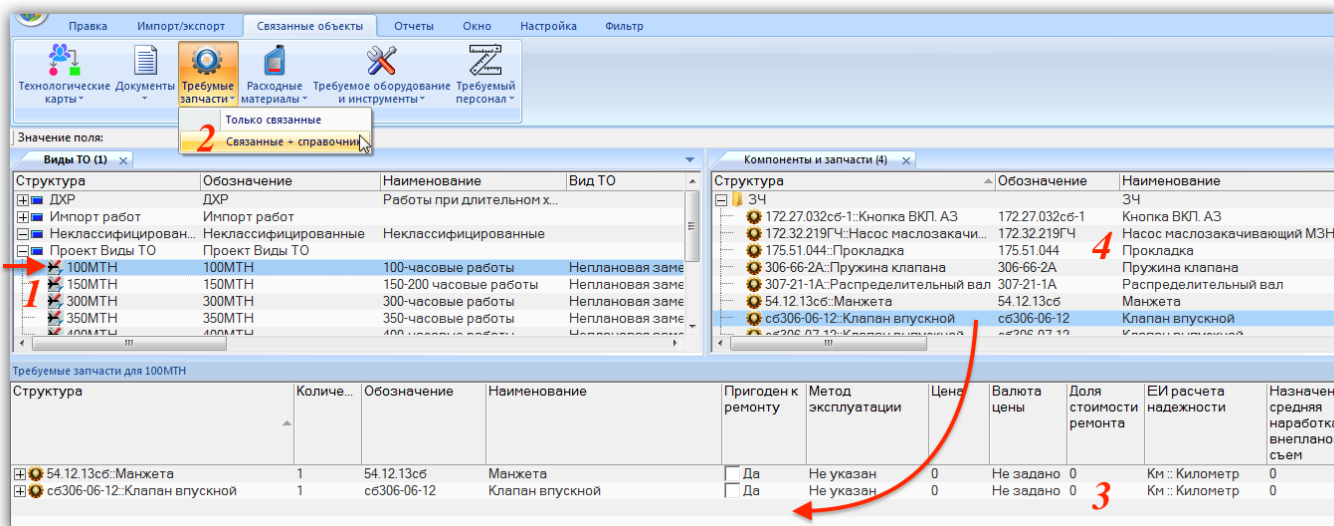

Рис. 17-19 – Запасные части, необходимые для выполнения вида ТО
- 2) Выделить вид ТО в окне «Виды ТО» (1 на рис. 17-19).